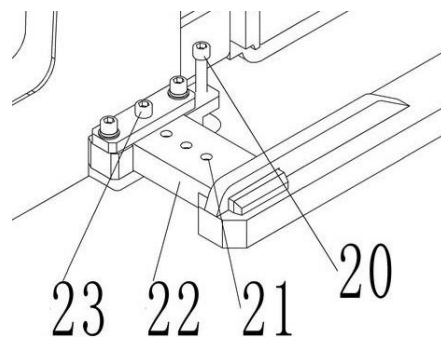

Рис.15: Регулировка опорных вилок
- Вращайте по часовой стрелке опору (20) до тех пор, пока штабелер не поддомкратится.
- Открутите установочный болт (23)
- Отрегулируйте опору (22) так, чтобы установочный болт (23) попал в установочный паз (21)
При регулировке опорных вилок, пожалуйста, обратите внимание, что количество установочных пазов (21), выставляемых на каждой стороне ног штабелера, должно быть одинаковым. (Как показано на рис. 15, если одна сторона имеет 3 установочных паза (21), с другой стороны также должно быть 3).
- Надежно закрутите установочный болт (23)